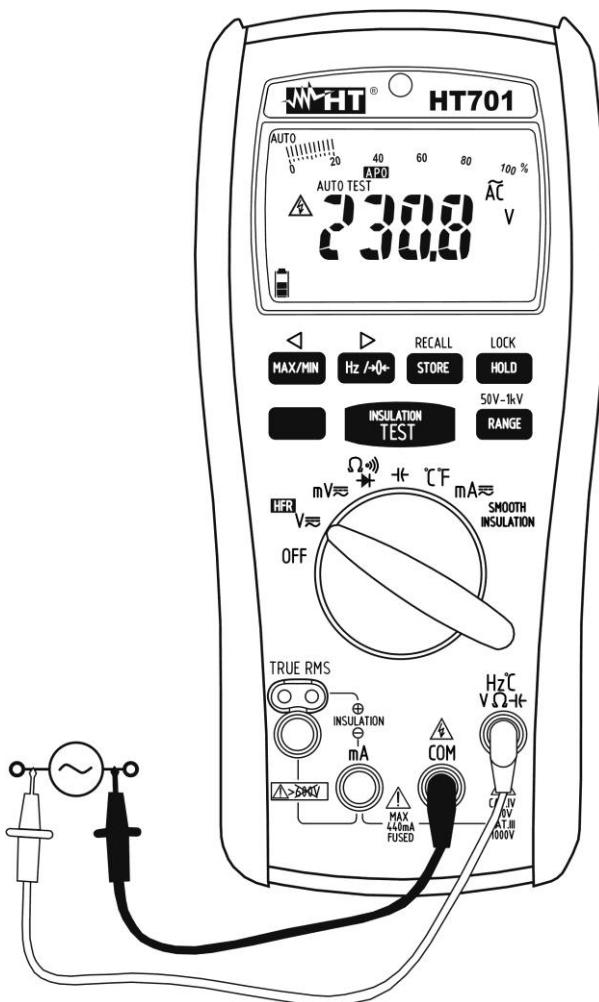

Fig. 3: Uso do instrumento para medir Tensões CA
4. Inserir o cabo vermelho no terminal de entrada **Hz°CVΩ-H** e o cabo preto no terminal de entrada **COM** (consultar a Fig. 3)